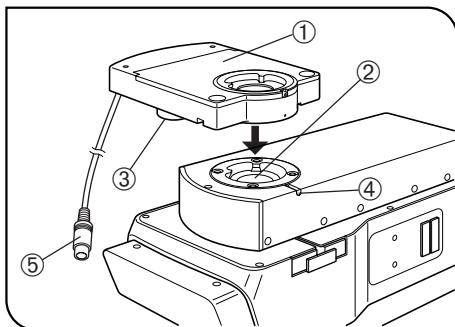

Fig. 3
### Montage de l'analyseur motorisé MX-ANM (Fig. 3)
1. Monter l'analyseur motorisé MX-ANM ① sur la monture de tête U-AFA2M ② de l'unité de mise au point automatique U-AFA2M ou sur la monture de la tête d'observation du microscope de manière à ce que le moteur ③ se situe sur la gauche du microscope en considérant une vue de face (comme l'illustre la figure 3) et serrer provisoirement la vis de fixation ④ (le réglage du prisme de Nicol sera nécessaire par la suite).
2. Brancher le connecteur ⑤ du câble de raccordement de l'analyseur motorisé MX-ANM au connecteur marqué « FW2 » du boîtier de commande BX-UCB.